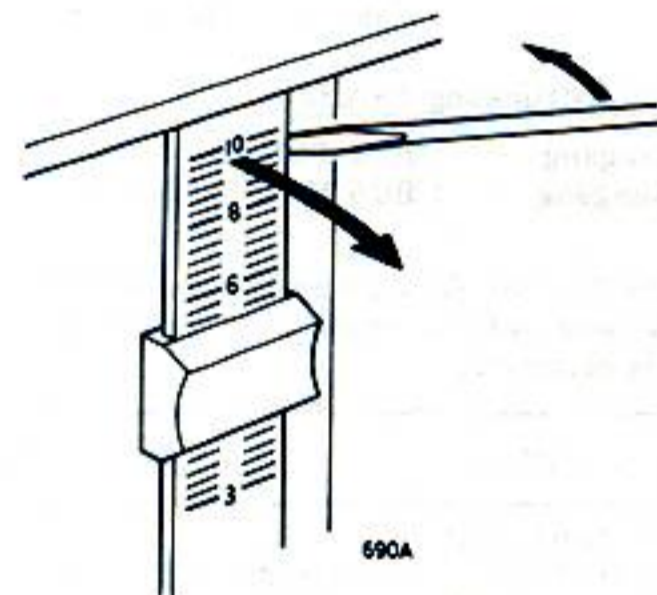

Fig. 4
- Stecke einen Schraubenzieher an der Oberseite zwischen dem Knopf des Schiebereglers und der etwas tiefer liegenden Schriftplatte mit Skala (siehe Abb. 4).